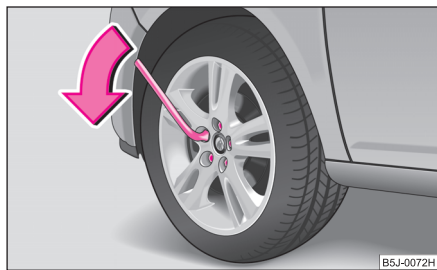

Fig. 172 Înlocuirea roții:
- Prindeți cu mâna capătul cheii și rotiți șurubul cca. o rotație spre stânga ⇒ fig. 172.